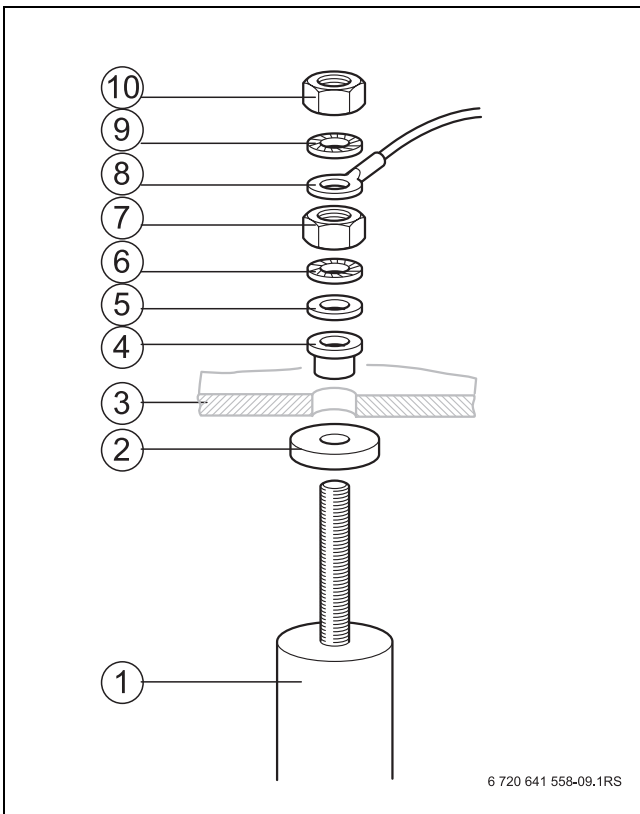

Bild 16 Magnesium-Anode austauschen
- ▶ Ringöse des Massenanschlusskabels (→ Bild 16, Seite 18, [8]) mit einer Sechskantschraube und der Zahnscheibe montieren.